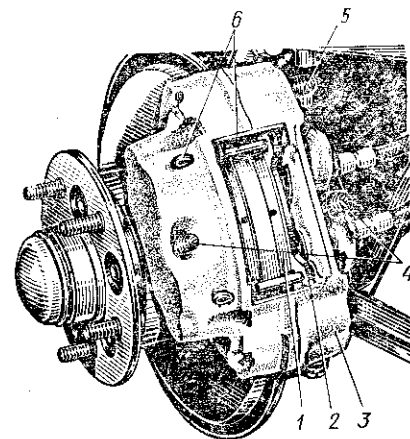

Рис. 75. Дисковый тормоз переднего колеса:
**Обслуживание дисковых тормозов передних колес.** Тормозные колодки 2 (рис. 75) осматривайте при снятых колесах через верхнее наклонное окошко 3. Колодки заменяйте тогда, когда толщина фрикционных накладок 1 уменьшится до 3 мм. Чтобы снять колодки 2, обожмите разогнутые концы шплинтов 6 и выньте шплинты из отверстий скобы. Если колодки снимаете не для замены, а для доступа к другим деталям, то ко-